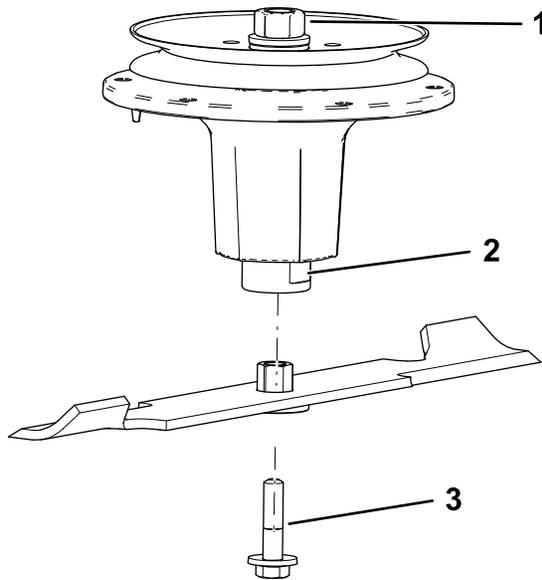

Figura 86
- Instale el conjunto de buje/cuchilla en el eje (Figura 86).